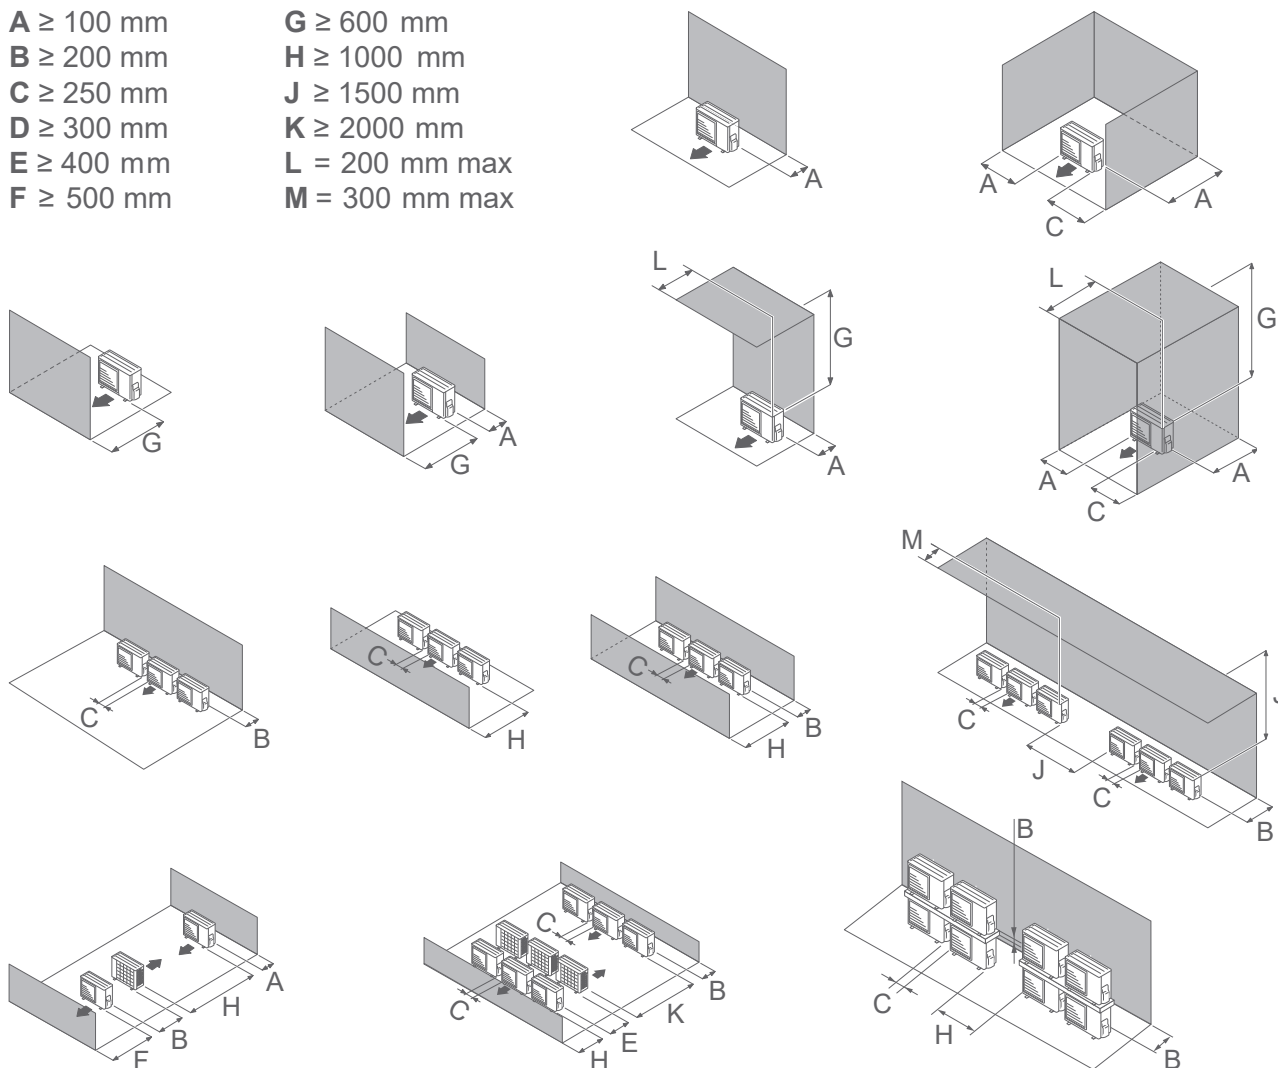
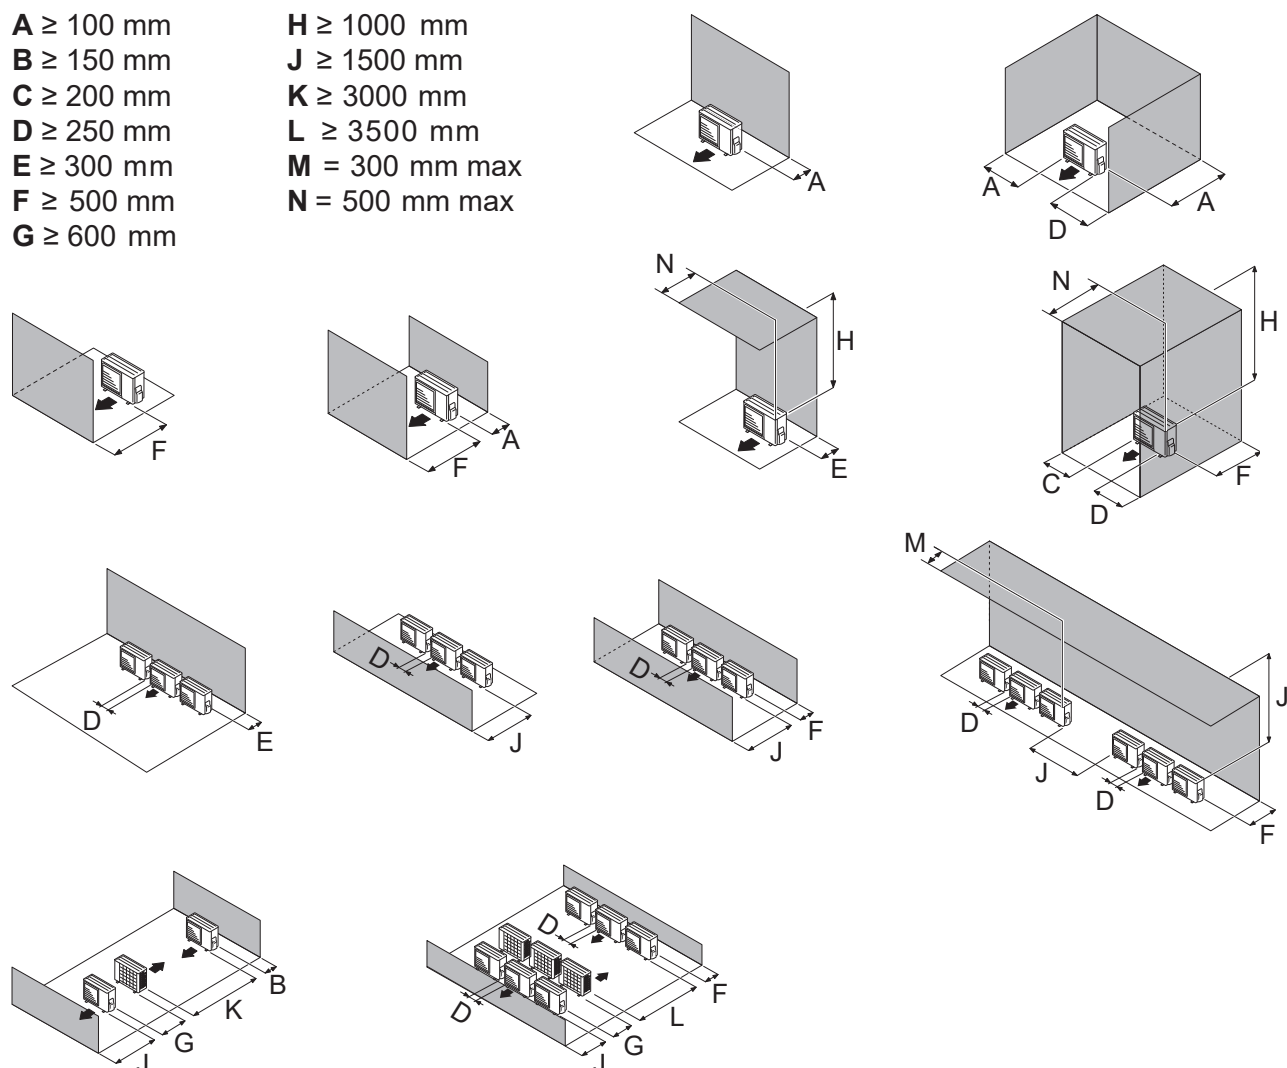

fig. 16 - Distanțe minime de instalare în jurul unității exterioare (modelul 5, 6 și 8)
fig. 17 - Distanțe minime de instalare în jurul unității exterioare (modelul 10)
- Aparatul trebuie să fie complet accesibil pentru lucrări ulterioare de instalare și întreținere (*fig. 16 și „fig. 17”, pagina 18*).
- Niciun obstacol nu trebuie să împiedice circulația aerului prin evaporator și la ieșirea din ventilator (*fig. 16 și „fig. 17”, pagina 18*).